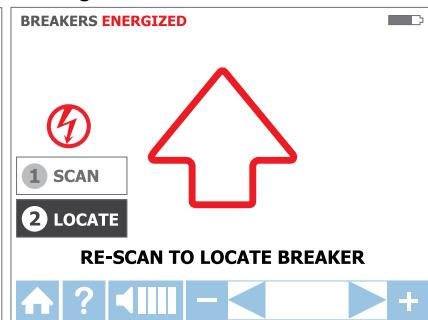
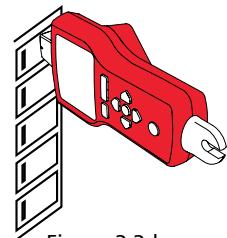

Figura 3.3c
Figura 3.3d
2. Rastreie cada disjuntor por meio segundo tocando com a ponta do sensor. Verifique se o sulco no Sensor de Ponta está paralelo ao comprimento do disjuntor (Veja Figura 3.3d).
Passo 2 - ② LOCALIZAR:
1. Selecione modo LOCALZIAR Energizado, utilizando as setas direcionais para destacar este modo de operação e pressionando o botão amarelo "ENTER". (Vide figura 3.3c)
2. Rastreie novamente cada disjuntor tocando cada um com o Sensor de Ponta por meio segundo. A seta vermelha ativa indica processo de rastreamento (veja a Figura 3.3c). Verifique se o sulco no Sensor de Ponta está paralelo ao comprimento do disjuntor.(Veja Figura 3.3d)